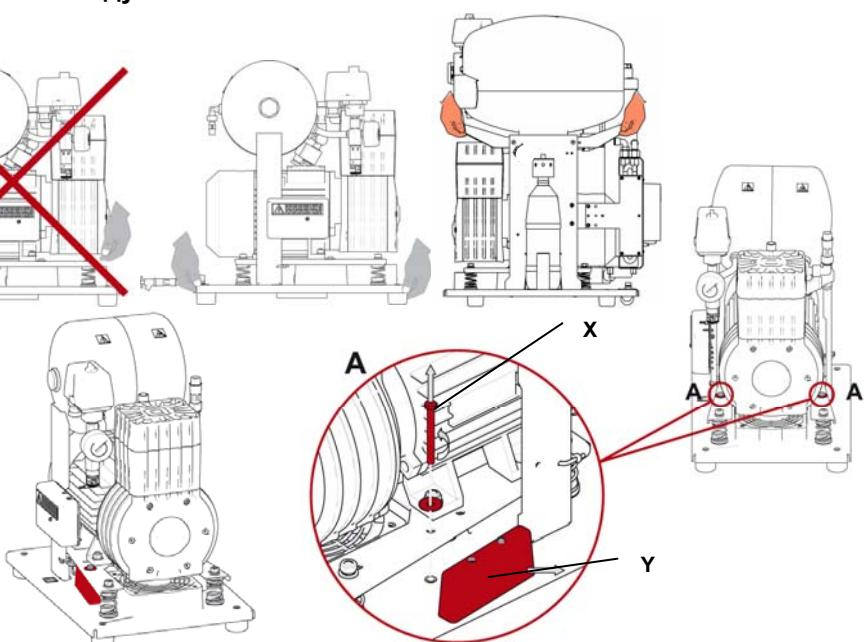

Рис.8 Ослабление крепежа
**Дентальный компрессор с основанием DK50 Z, DK50-10 Z, DK50-10 Z/M, DK50 PLUS, DK50 PLUS/M (Рис.8)** Изделие после распаковки необходимо поставить основанием на пол помещения, снять упаковочные материалы и удалить крепежные детали (X,Y) - деталь А. Выходной напорный шланг, шланг стока и шнур подвода электричества направить в задней части компрессора по направлению от компрессора.
**Дентальный компрессор в шкафчике DK50 S, DK50-10 S** (Рис.5, Рис.8) Изделие после распаковки необходимо поставить основанием на пол помещения, снять упаковочные материалы и удалить крепежные детали (Х,Y) - деталь А. Выходной напорный шланг, шланг стока и шнур подвода электричества направить в задней части компрессора по направлению от компрессора. На компрессор сверху надеть шкаф таким образом, чтобы передняя панель шкафчика была направлена к передней части компрессора, а содержимое шкафчика бы фиксировало основание по его контуру. Проверить, правильно ли выведены напорный шланг, шланг стока и электрический шнур через заднее отверстие в шкафчике. Шланг стока со сточным клапаном закрепить в держателе задней стены шкафчика.
**Дентальный компрессор в шкафчике DK50-10 S/M** (Рис.5, Рис.8) Изделие после распаковки необходимо поставить основанием на пол помещения, снять упаковочные материалы и удалить крепежные детали (Х,Y) - деталь А. Выходной напорный шланг, шланг стока и шнур подвода электричества направить в задней части компрессора по направлению от компрессора. На компрессор сверху наденьте корпус шкафчика, подсоедините гибкий вал к кнопке управления, зафиксируйте винтом и прикройте корпус шкафчика верхней крышкой согласно рисунку. Проверить, правильно ли выведены напорный шланг, шланг стока и электрический шнур через заднее отверстие в шкафчике. Шланг стока со сточным клапаном закрепить в держателе задней стены шкафчика.
**Дентальный компрессор в шкафчике DK50 PLUS S** (Рис.6, Рис.8) Изделие после распаковки необходимо поставить основанием на пол помещения, снять упаковочные материалы и удалить крепежные детали (Х,Y) - деталь А. На шкафчике компрессора установите 2 стенных упора (28) в задней верхней части шкафчика и поставьте шкафчик на требуемое место. Упоры обеспечивают достаточное расстояние шкафчика от стены для необходимой вентиляции. Для установки компрессора в шкафчике необходимо открыть дверки на шкафчике с помощью ключа и снять соединительное ребро жесткости (27) в передней нижней части шкафчика. В случае необходимости можно демонтировать дверки с помощью дверных петель (32). Напорный шланг необходимо продеть через отверстие в шкафчике и надлежащим способом подсоединить к электроприбору. Компрессор поднять за ручку и с помощью встроенных колес (33) установить в шкафчике. Трубку манометра шкафчика установите в быстросоединительном элементе на компрессоре, наденьте опять соединительное крепление (27) и подсоедините напорный шланг к компрессору. Шнур электропривода компрессора вставьте в розетку (34) на шкафчике. Поворачивая корректирующие винты (44), установить правильное положение дверей по отношению к раме шкафчика. При закрытии дверей должен штырь на дверях (45) легко попасть в отверстие в раме шкафчика. Закройте дверцы шкафчика и надлежащим образом замкните замок (26). Подсоедините вилку сетевого электрического привода к сетевой розетке. **Запрещается оставлять ключ в замке! Необходимо хранить его вдали от лиц, не прошедших инструктаж!**
**Дентальный компрессор в шкафчике DK50 PLUS S/M** (Рис.6, Рис.8) Вынув изделие из упаковки, установите его основанием на пол помещения, распакуйте из упаковочного материала и удалите крепежные элементы (Х,Y) - деталь А. Компрессор расположить в шкафчике таким же образом, как в предыдущем абзаце. Перед установкой компрессора в шкафчике необходимо продеть трубку для слива конденсата через отверстие в шкафчике и подсоединить к бутылке (22). Магнитный держатель (31) с емкостью (22) для сбора конденсата из сушилки можно установить по бокам шкафчика или спереди на его дверках. При установке держателя с чашей сбоку шкафчика необходимо оставлять не менее 11 см между шкафчиком и мебелью. Меньшее расстояние, чем указанное, может привести к проблемам при манипуляции с чашей.